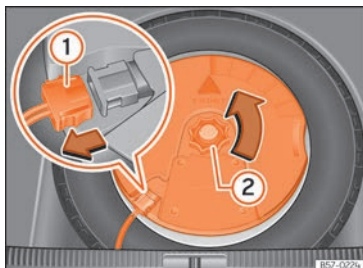

Abb. 275 Im Gepäckraum: Subwoofer ausbauen.
- Klemmen Sie das Subwoofer-Lautsprecher-Kabel ab »» Abb. 275 (1).
- Drehen Sie das Befestigungshandrad entgegen dem Uhrzeigersinn heraus (2).